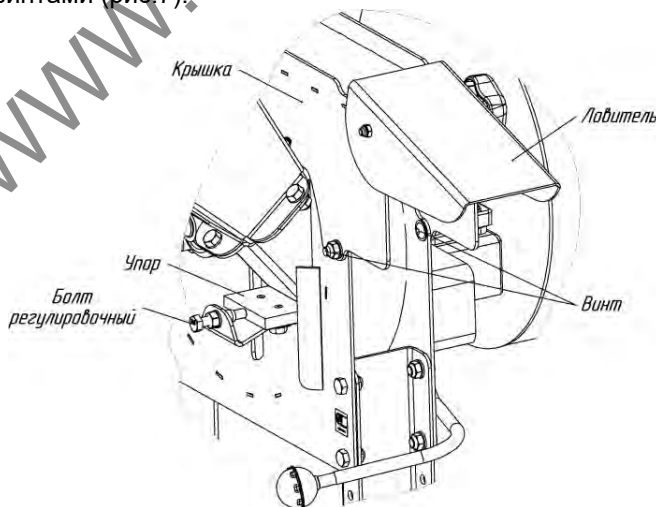

Рис.7. Крепление крышки с ловителем
- открутить два винта и откинуть крышку с ловителем (рис.7);
- вернуть крышку с ловителем в рабочее положение и зафиксировать ее винтами (рис.7).